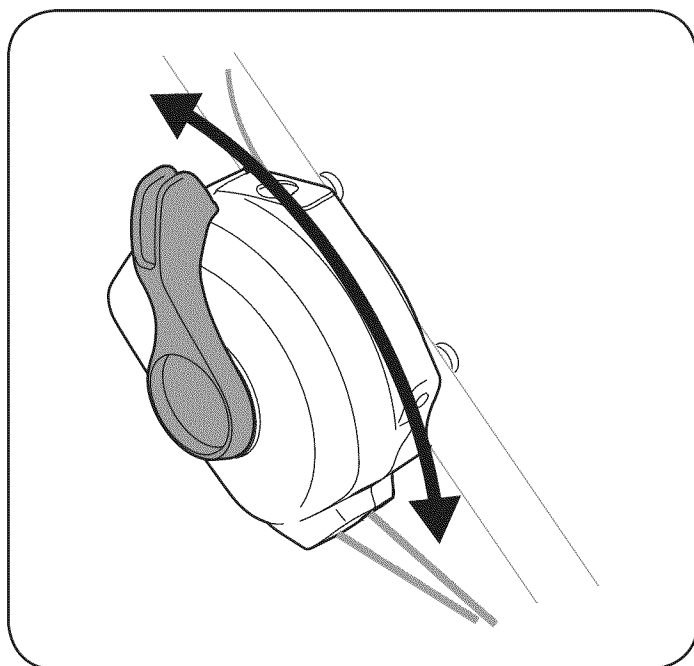

Figura 16
2. Para cambiar la velocidad, libere el control de velocidad de movimiento a la velocidad deseada. Vea Figura 16.